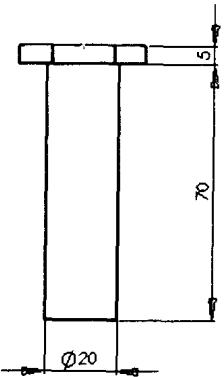

图 1-12 主视图中的尺寸
- (3) 自动标注各视图的尺寸,图 1-12 所示是主视图中的尺寸。